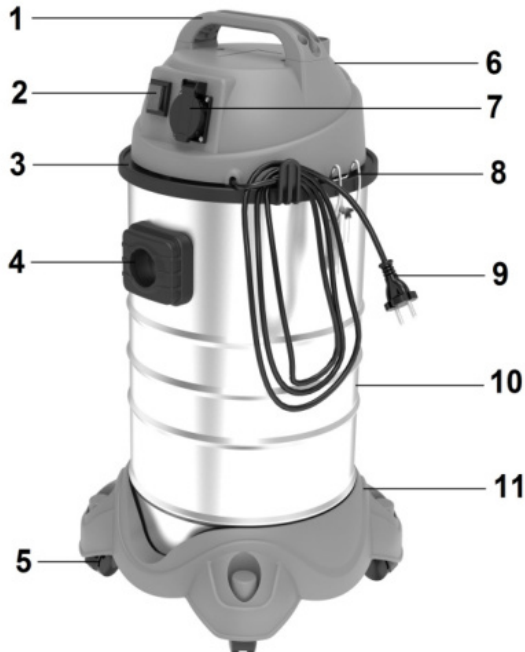

Рис. 1
## УСТРОЙСТВО И КОМПЛЕКТАЦИЯ ПЫЛЕСОСА (Рис.1)
- Перед отключением пылесоса от сети всегда переводите выключатель (2; рис.1) в положение «**О**» (ВЫКЛЮЧЕНО).
- Запрещается переделывание розетки пылесоса (7; рис.1), а также подключение к ней инструмента через переходники или разветвители.
1. Переверните бак пылесоса (10; рис.1) дном вверх.
2. Установите поворотные ролики (5; рис.1) в специальные отверстия в основании бака пылесоса, расположенные в передней части дна.
4. Отщелкните два фиксатора (8; рис.1), расположенных сверху, по обе стороны бака пылесоса.
5. За ручку (1; рис. 1) снимите голову пылесоса (блок с электродвигателем).
10. Удерживая за ручку, верните верхний корпус пылесоса (6, рис. 1) на место. Проверьте правильность его установки и зафиксируйте двумя фиксаторами.